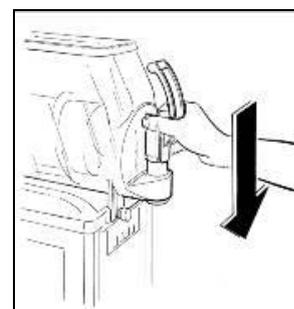

Abb. 18
- Den Hahn (Abb. 18) wieder einbauen und die Dichtungen mit Vaseline-Fett schmieren, um das Eingleiten des Hahns in seine Aufnahme zu erleichtern.